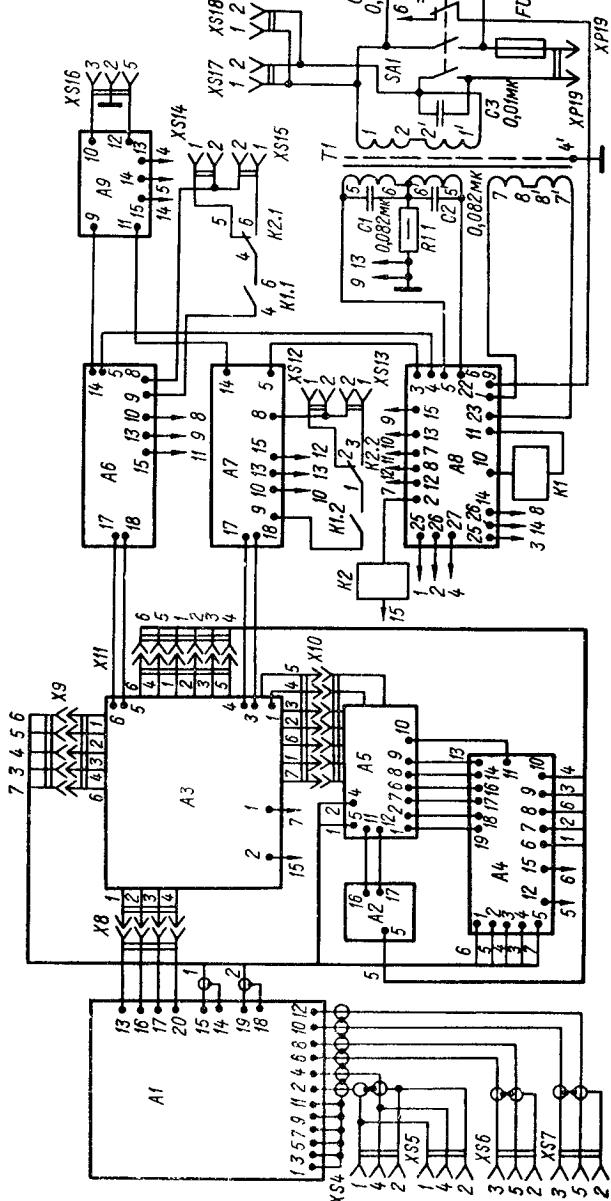

Рис. 62. Схема соединений блоков усилителя «Амфитон-А1-01-стерео»
**Принципиальная схема.** Электрическая схема (рис. 61) и конструкция усилителя состоят из следующих блоков (рис. 62): корректирующих усилителей (*A1*), режимов работы (*A2*), предварительных усилителей (*A3*), управления (*A4*), регулировки громкости (*A5*), усилителей мощности (*A6*, *A7*), стабилизатора (*A8*), фильтров (*A9*).
полярности транзисторы  $VT2$ ,  $VT3$  (шасси) запираются и прекращается подача питания на реле  $K1$  (рис. 62). Контакты  $K1.1$  реле  $K1$  отключают нагрузку от усилителя. Если оконечные усилители исправны, то при включении усилителя в сеть узел защиты подключает нагрузку к оконечному усилителю с задержкой 3...5 с, чтобы избежать неприятных «щелчков» в акустических системах, вызванных переходными процессами в усилителе.